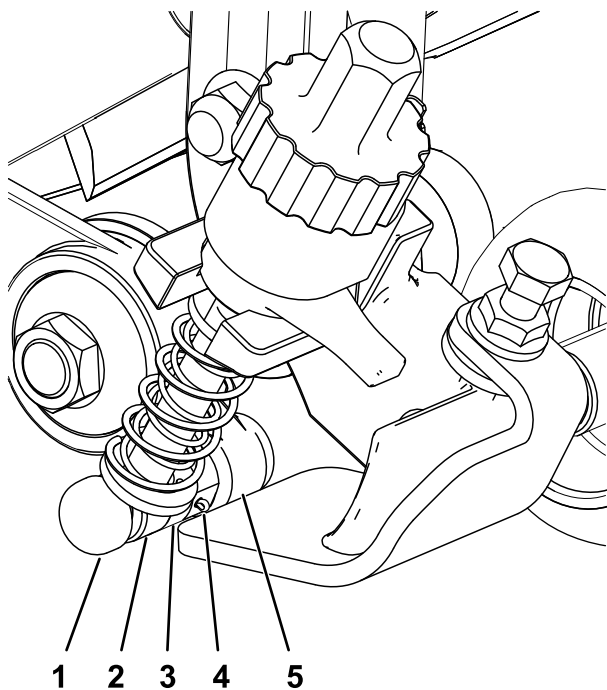

Bild 13
6. Ziehen Sie bei zurückgehaltener Spindel den Sechskantantrieb der Antriebswelle auf ein Drehmoment von 135-150 Nm an, siehe Bild 13.
3. Fluchten Sie die Stange des Einstellerarms der Schnitthöhenhalterung an der Seite der Spannscheibe mit dem Stelling an der Spannscheibe aus und befestigen Sie sie mit einem Einstellerstift und Splint (Bild 13).